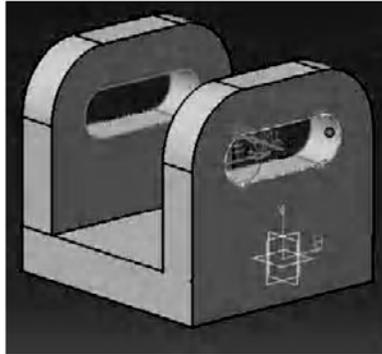

Figura 3.4: UP TO LAST
**C)** La opción **Up To Last** se utiliza cuando se desea que el perfil se extruya hasta la última cara de material que se encuentre (ver figura 3.4).